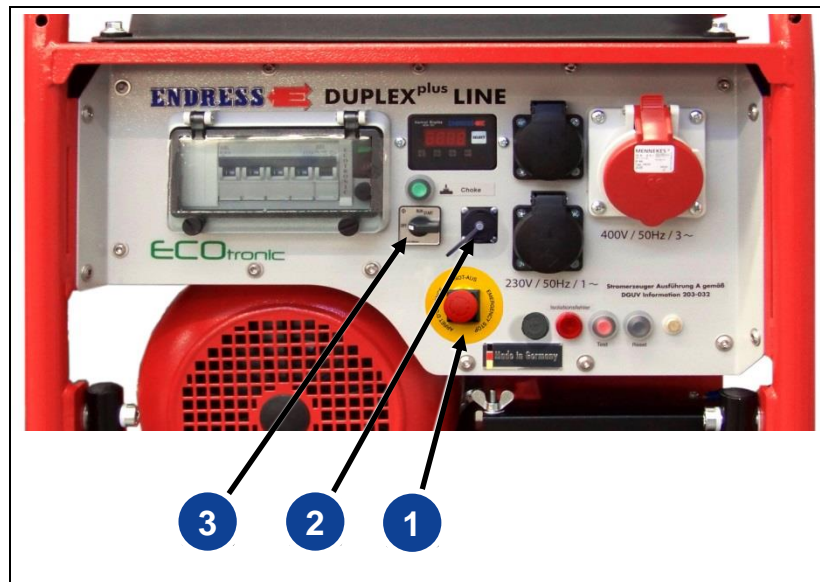

Abb. 5-3: Fernstarteinrichtung
1. Schutzkappe der CPC-Fernstartsteckdose (Abb. 5-3-(2)) gegen den Uhrzeigersinn abdrehen.
1. Stromerzeuger ausschalten (Motorstart-Schalter (Abb. 5-3-(3)) in Stellung „OFF“!
- Motorstart-Schalter (Abb. 5-3-(3)) steht in Stellung „OFF“
HINWEIS Stellen Sie sicher, dass der Motorstart-Schalter (*Abb. 5-3-(3)*) des Stromerzeugers in Position „OFF“ gestellt bleibt. Andernfalls bleibt der Steuerstromkreis des Stromerzeugers unter Spannung, was dazu führen kann, dass die Starterbatterie entladen wird.
In der Ausführung mit Fernstarteinrichtung ist der Stromerzeuger mit einer NOT-AUS-Funktion ausgerüstet. Dadurch wird sichergestellt, dass der Stromerzeuger bei einer Gefahrensituation oder einer Störung immer und schnellstmöglich über den deutlich gekennzeichneten NOT-AUS-Schalter (*Abb. 5-3-(1)*) am Gerät gestoppt werden kann.
1. Roten Knauf des NOT-AUS-Schalters (*Abb. 5-3-(1)*) durch Drücken oder Schlagen betätigen
1. Drehen Sie den Knauf des NOT-AUS-Schalters (*Abb. 5-3-(1)*), bis er aus der verriegelten Position herausspringt.